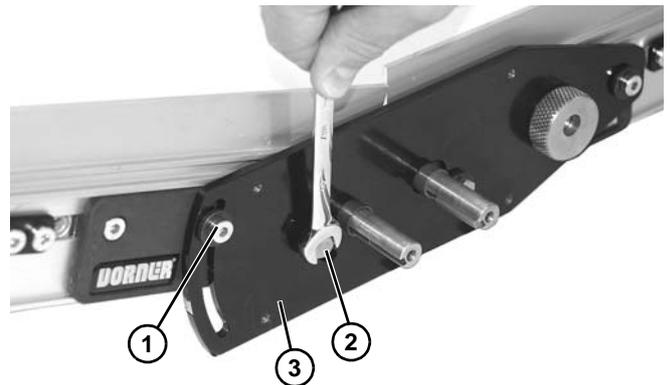

Figura 19
7. Instale el tornillo (Figura 19, artículo 1). Ajuste el ángulo del transportador y apriételo. Repita este procedimiento en el lado opuesto.
8. Instale la arandela y el tornillo (Figura 19, artículo 2) de la placa de transmisión esclava (Figura 19, artículo 3). Repita este procedimiento en el lado opuesto.